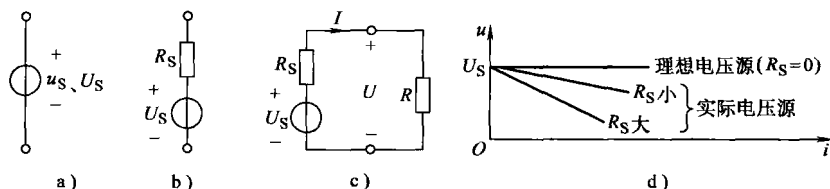

图 1-2 电压源
- 2) 特点：①端电压为定值（定规律）；②电流取决于外电路。
5) 伏安特性：以直流电压源为例，理想电压源的伏安特性，是一条平行于横轴的直线。实际电压源的伏安特性，是一条斜率为 $-R_s$ ，截距为 U_s 的直线。 R_s 越大，输出电流 I 增大时，在 R_s 上的压降越大，输出电压 U 下降越大。电压源的符号和伏安特性如图 1-2 所示。